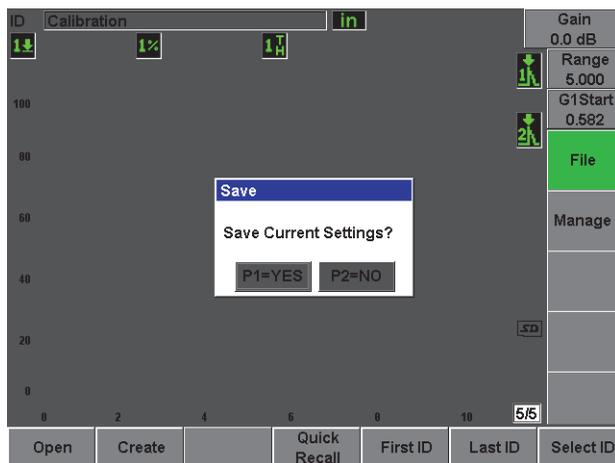

Figura 2-21 Cuadro de diálogo para guardar el archivo
10. Pulse la tecla **Save** (véase la Figura 2-21 en la página 51).